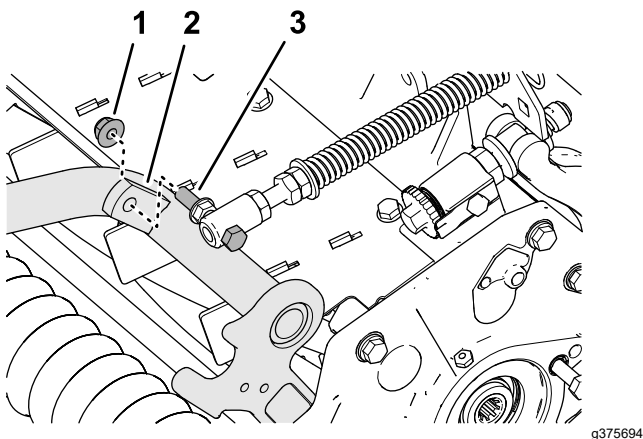

Bild 20
4. Montieren Sie die Kopfschraube der Rasenkompensierungsfeder an der rechten Lasche des Trägersrahmens (Bild 20) mit der Sicherungsbundmutter ($\frac{3}{8}$ ").